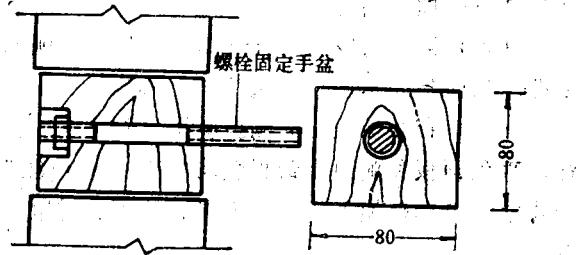

图 3-1-7
(1) 石膏板墙严禁用钻子剔凿，穿管时应与工长商定在指定部位用山尖钻钻孔，然后用腻子将缝隙填平。
(2) 如需吊挂壁橱或手盆等，应在石膏板墙上钻孔、扩孔，粘结木砖，然后再在木砖上固定铁件，防止铁件松动，做法见图3-1-7。